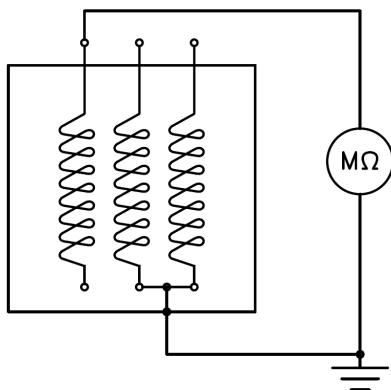

Figura 1
- Por lo que se refiere a los bobinados del **estator principal**, la medición de la resistencia de aislamiento será efectuada con la advertencia de desconectar las conexiones que se dirigen a los dispositivos de regulación (regulador de tensión u otros dispositivos) o hacia eventuales otros dispositivos del grupo. La medición será efectuada entre una fase y tierra con las otras dos, tambien ellas conectadas a tierra (operación a repetir para todas las tres fases). (ver **figura 1**)